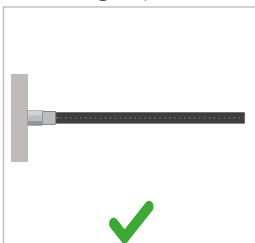
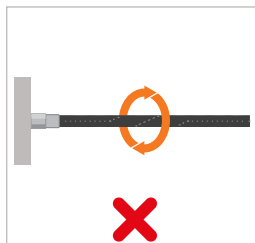

Abbildung 9
Abbildung 10
- ▶ Verdrehen Sie den Druckschlauch nicht beim Einschrauben (Abbildung 9 und Abbildung 10).